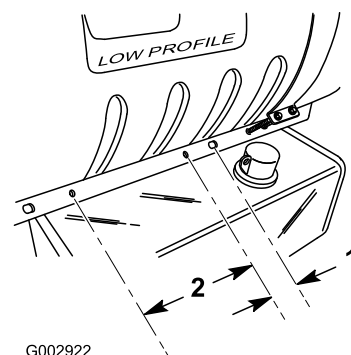

Figura 3
3. En el soporte del depósito, en el lado derecho de la máquina, localice el tercer taladro desde la parte delantera de la máquina. Mida y marque un punto en el soporte del depósito, a 5 cm por detrás del centro del tercer taladro (Figura 3).
4. Desde la marca, mida 25 cm hacia atrás y marque dicho punto (Figura 3).
5. Practique 2 taladros (diámetro 1,2 cm) en los puntos marcados, centrados verticalmente en el soporte del depósito (Figura 3).